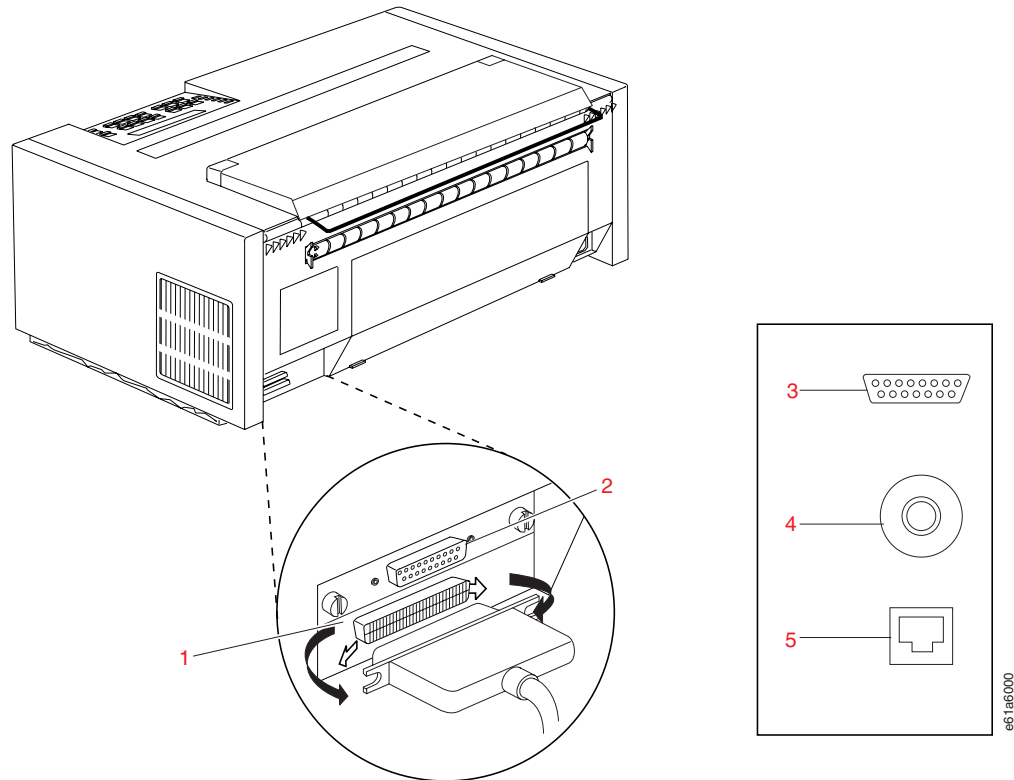

図5. コネクター・タイプ - プリンターの背面
7. プリンターの接続機構カードを識別するには、接続機構カードのプラグを9ページの図5 と表1 とを比較します。